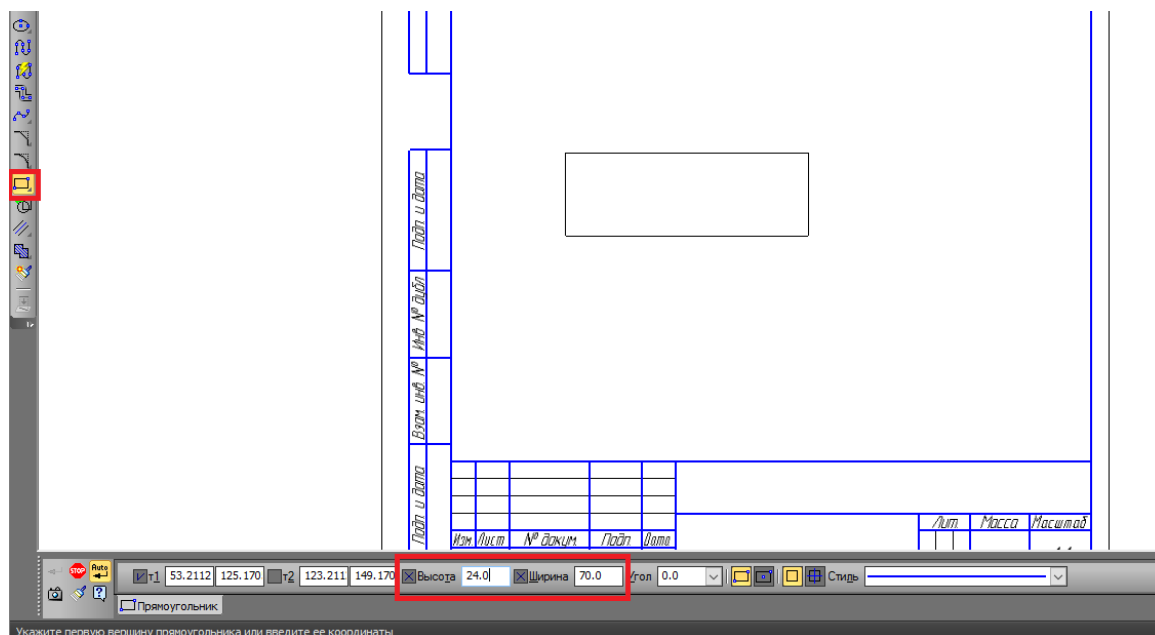

Рис. 3.2: Застосування інструменту прямокутник
1. За допомогою інструменту “Прямокутник” будуємо відповідну фігуру і задаємо необхідні розміри (рис. 3.2).